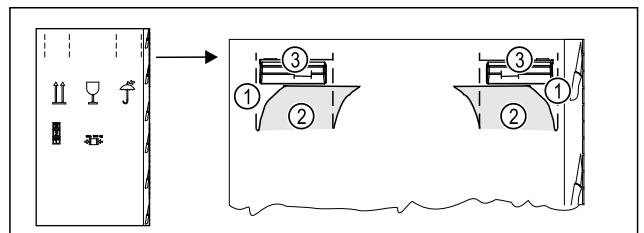

Fig. 5
- ▶ Fent, a perforálásnál Fig. 5 (1) nyomja be a csomagoló kartont.
- ▶ Húzza ki a benyomott füleket Fig. 5 (2).
- ▶ A jobb és a bal oldalon látható a hordfogantyú Fig. 5 (3).
- ▶ Tartsa meg a készüléket a hordfogantyúnál Fig. 5 (3).